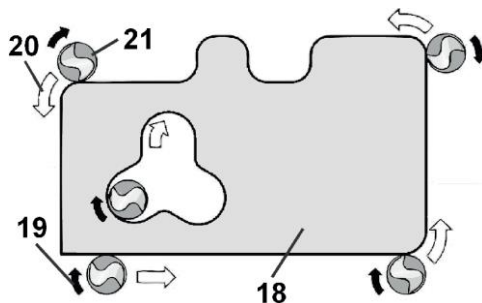

Рисунок 7
4.2.5 Повільно і плавно рухайте робочу плиту по поверхні виробу з встановленою глибиною фрезерування в напрямку, протилежному напрямку обертання фрези (рисунок 7), тобто із зовнішнього боку матеріалу фрезерування слід виконувати проти руху годинникової стрілки, а з внутрішньої сторони - у напрямку руху годинникової стрілки.